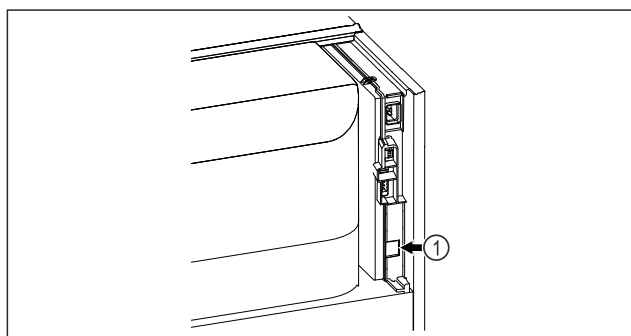

Fig. 79
- Je používán SmartModule Fig. 79 (1).